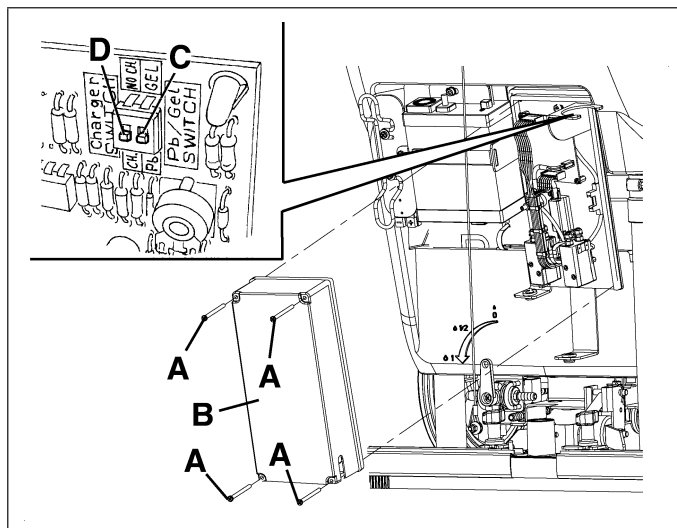

Figure 7
2. Dévisser les vis (A, Fig. 7) et sortir avec soin le couvercle (B) du boîtier des composants électriques.
3. Pousser le microinterrupteur (C, Fig. 7) vers le bas en le positionnant sur WET.
*Ne pas bouger/déplacer l'interrupteur adjacent (D, Fig. 7).*
4. Reposer le couvercle (B, Fig. 7) du boîtier des composants électriques et visser les vis (A).